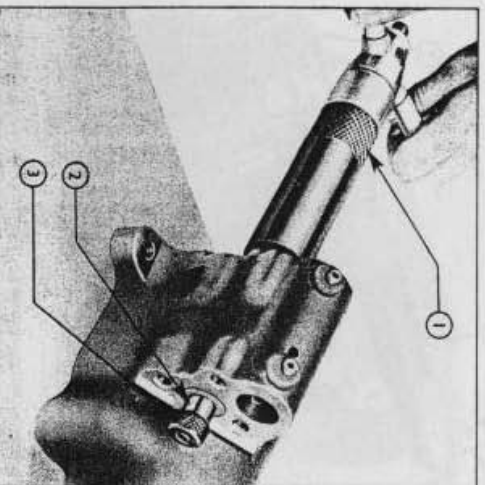

Fig. 23
11. Introduire l'extension à travers les coussinets du clapet de décharge, fixer l'écrou, qu'on fera reposer perpendiculairement sur l'extrémité arrière du coussinet arrière, et extraire du cylindre les deux coussinets en une opération (fig. 23).